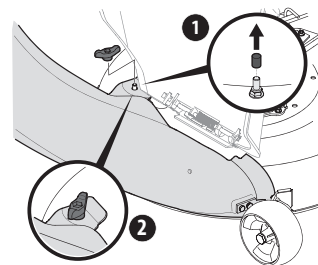

Figura 20
- Fije el canal de la embolsadora a la plataforma usando una mariposa del montaje de soporte de recolección del carrito 689-02019. Consulte la Figura 20.
NOTA: Si la hubiera, retire la cubierta protectora de la clavija de montaje en la plataforma de corte como se muestra en el recuadro superior de la Figura 20.